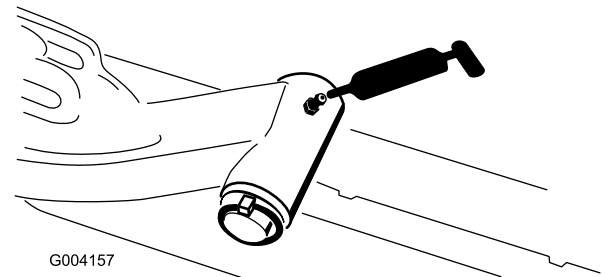

Figura 46
- Eje pivotante del brazo de elevación (1 en cada) (Figura 46)